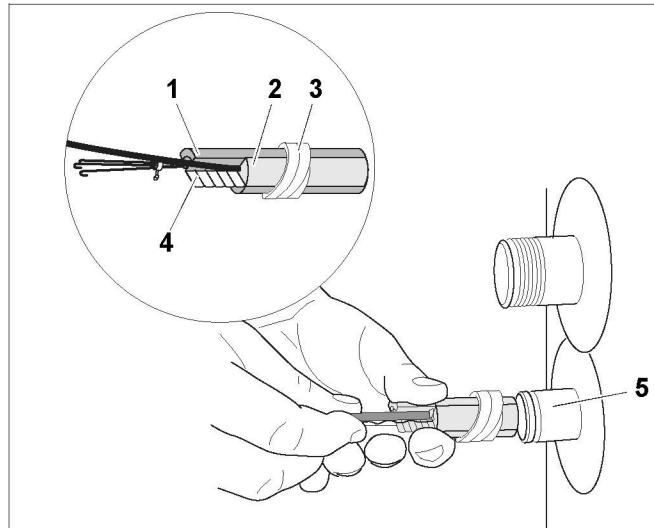

Рис. 7 Монтаж датчика температуры емкостного водонагревателя
- Комплект с датчиком (рис. 7, поз. 1 - 4) вставить до упора в приварную гильзу (рис. 7, поз. 5). При этом пластмассовая спираль (рис. 7, поз. 3), прижимающая датчик, автоматически сдвигается назад.
Компенсационная пружина (рис. 7, поз. 4) создает контакт между гильзой и поверхностью датчика, что обеспечивает надежную передачу температуры.